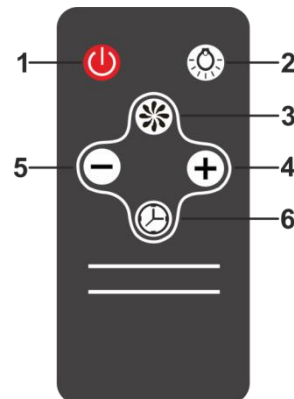

Рис.7
7.4 Управление вытяжкой с помощью дистанционного пульта (рис. 7).